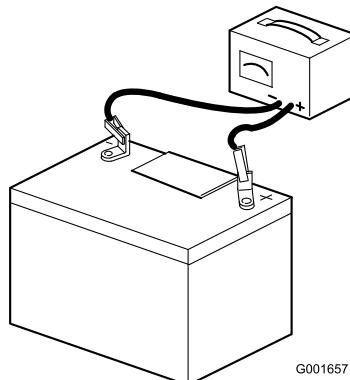

**Figura 5**
- Riempite con cautela ciascun elemento finché il livello dell'elettrolito non copre le piastre con 6 mm circa di fluido (Figura 5).